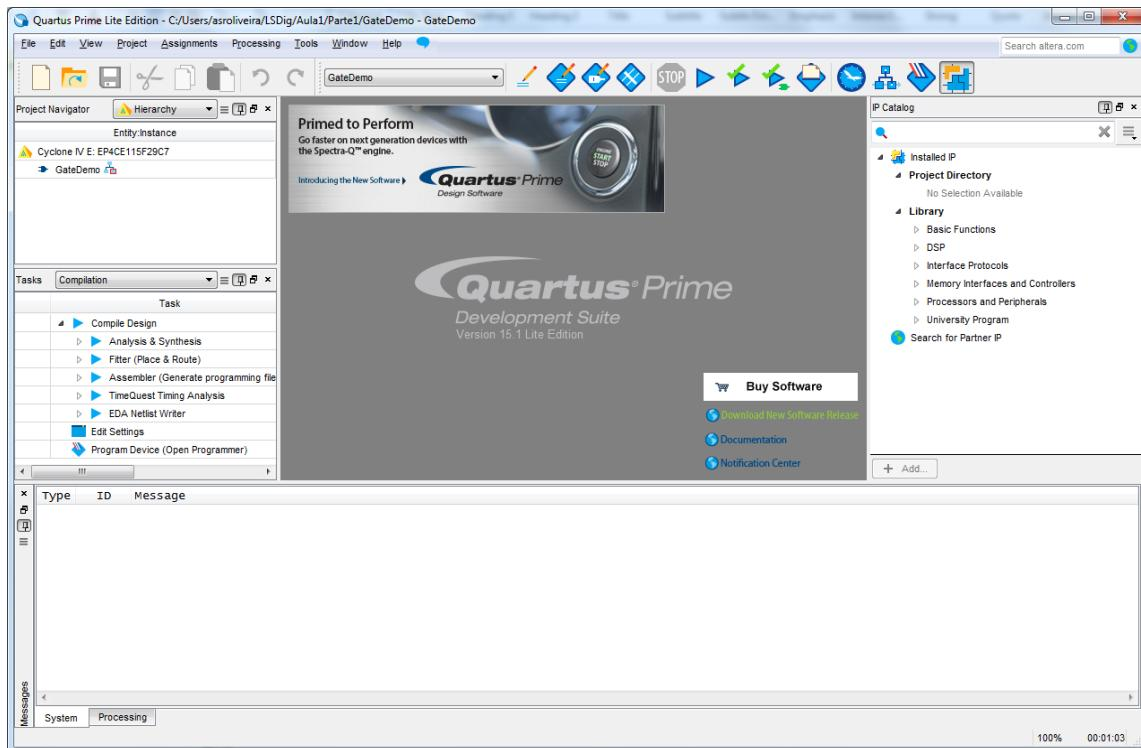

Figura 10 – Aspetto do “Quartus Prime” IDE após a criação do projeto.
2. Após premir “Finish” o IDE “Quartus Prime” deve apresentar o aspeto da Figura 10.